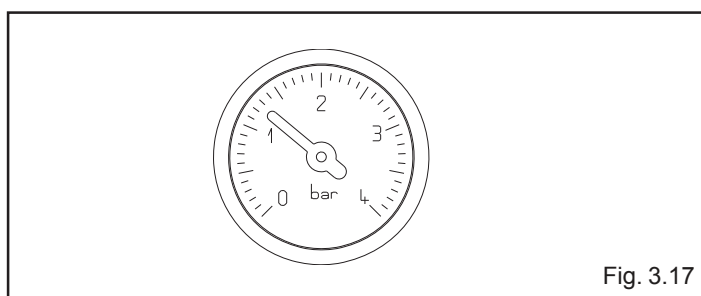

Fig. 3.17
- aprire di due o tre giri il tappo della valvola inferiore di sfogo aria automatica (A)
- accertarsi che il rubinetto entrata acqua fredda (B) sia aperto
- aprire il rubinetto di riempimento (C) fino a che la pressione indicata sull'idrometro sia compresa tra **1 bar e 1,5 bar** (fig. 3.17)